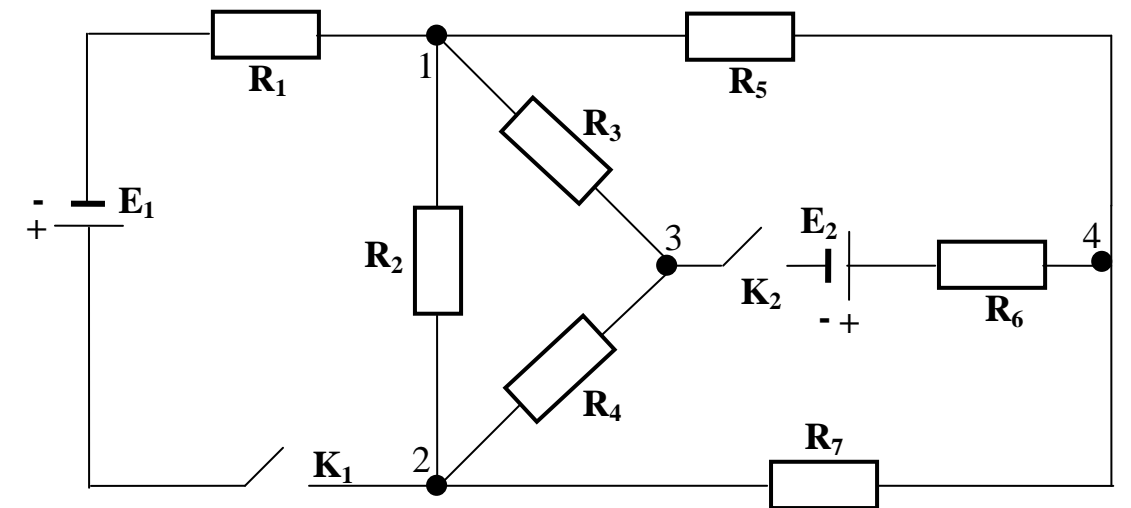

Рис.3
Для проверки законов собирается сложная электрическая цепь, изображенная на рис.3, где введены следующие обозначения: E_1 и E_2 – аккумуляторы; K_1 и K_2 – ключи; $R_1, R_2, R_3, R_4, R_5, R_6, R_7$ – сопротивления участков цепи; 1, 2, 3, 4 – номера узлов.
5. Измерьте вольтметром напряжения, действующие на всех сопротивлениях, определяя при этом направления токов в них, пользуясь обозначением полюсов на вольтметре (за направление тока принято направление от (+) к (-) источника). Обозначить направления токов в каждом резисторе на схеме рис.3.
8. Зная величину и направление силы тока в каждой ветви цепи, определить по формуле (1) сумму токов для каждого из четырех узлов.
9. Проверить справедливость формулы (2), рассчитав для выбранных контуров значения: $\sum_i^n E_i$, $\sum_k^l U_k$, $\sum_i^n E_i - \sum_k^l U_k$.